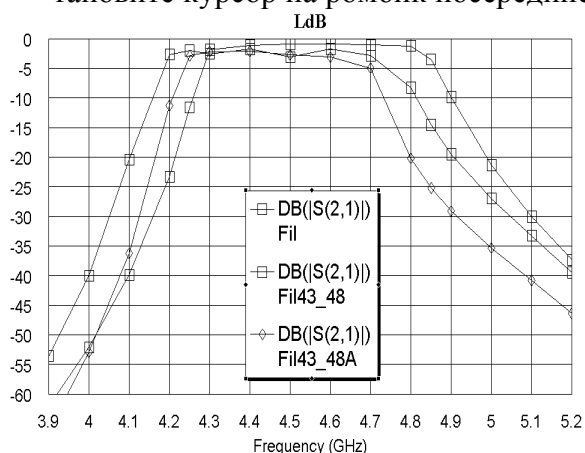

Рис. 3.102
9. Сделайте активным окно графика **LdB** и щёлкните по значку **Analyze** на панели инструментов. Характеристика показана на рис. 3.102.